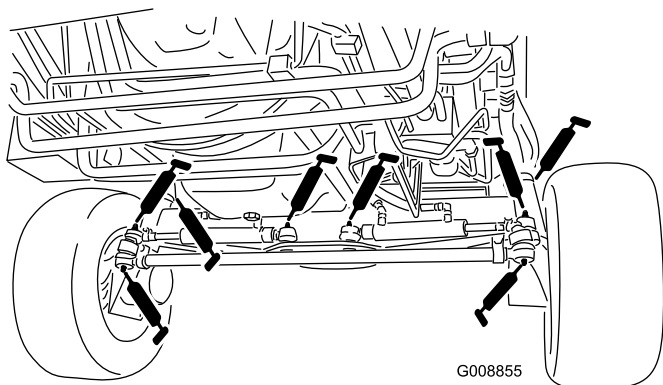

Bild 50
- Lenkzylinder-Kugelgelenke (4) (Bild 50)
- Zugstange-Kugelgelenke (2) (Bild 50)
- Achsschenkelbolzen (2) (Bild 50)